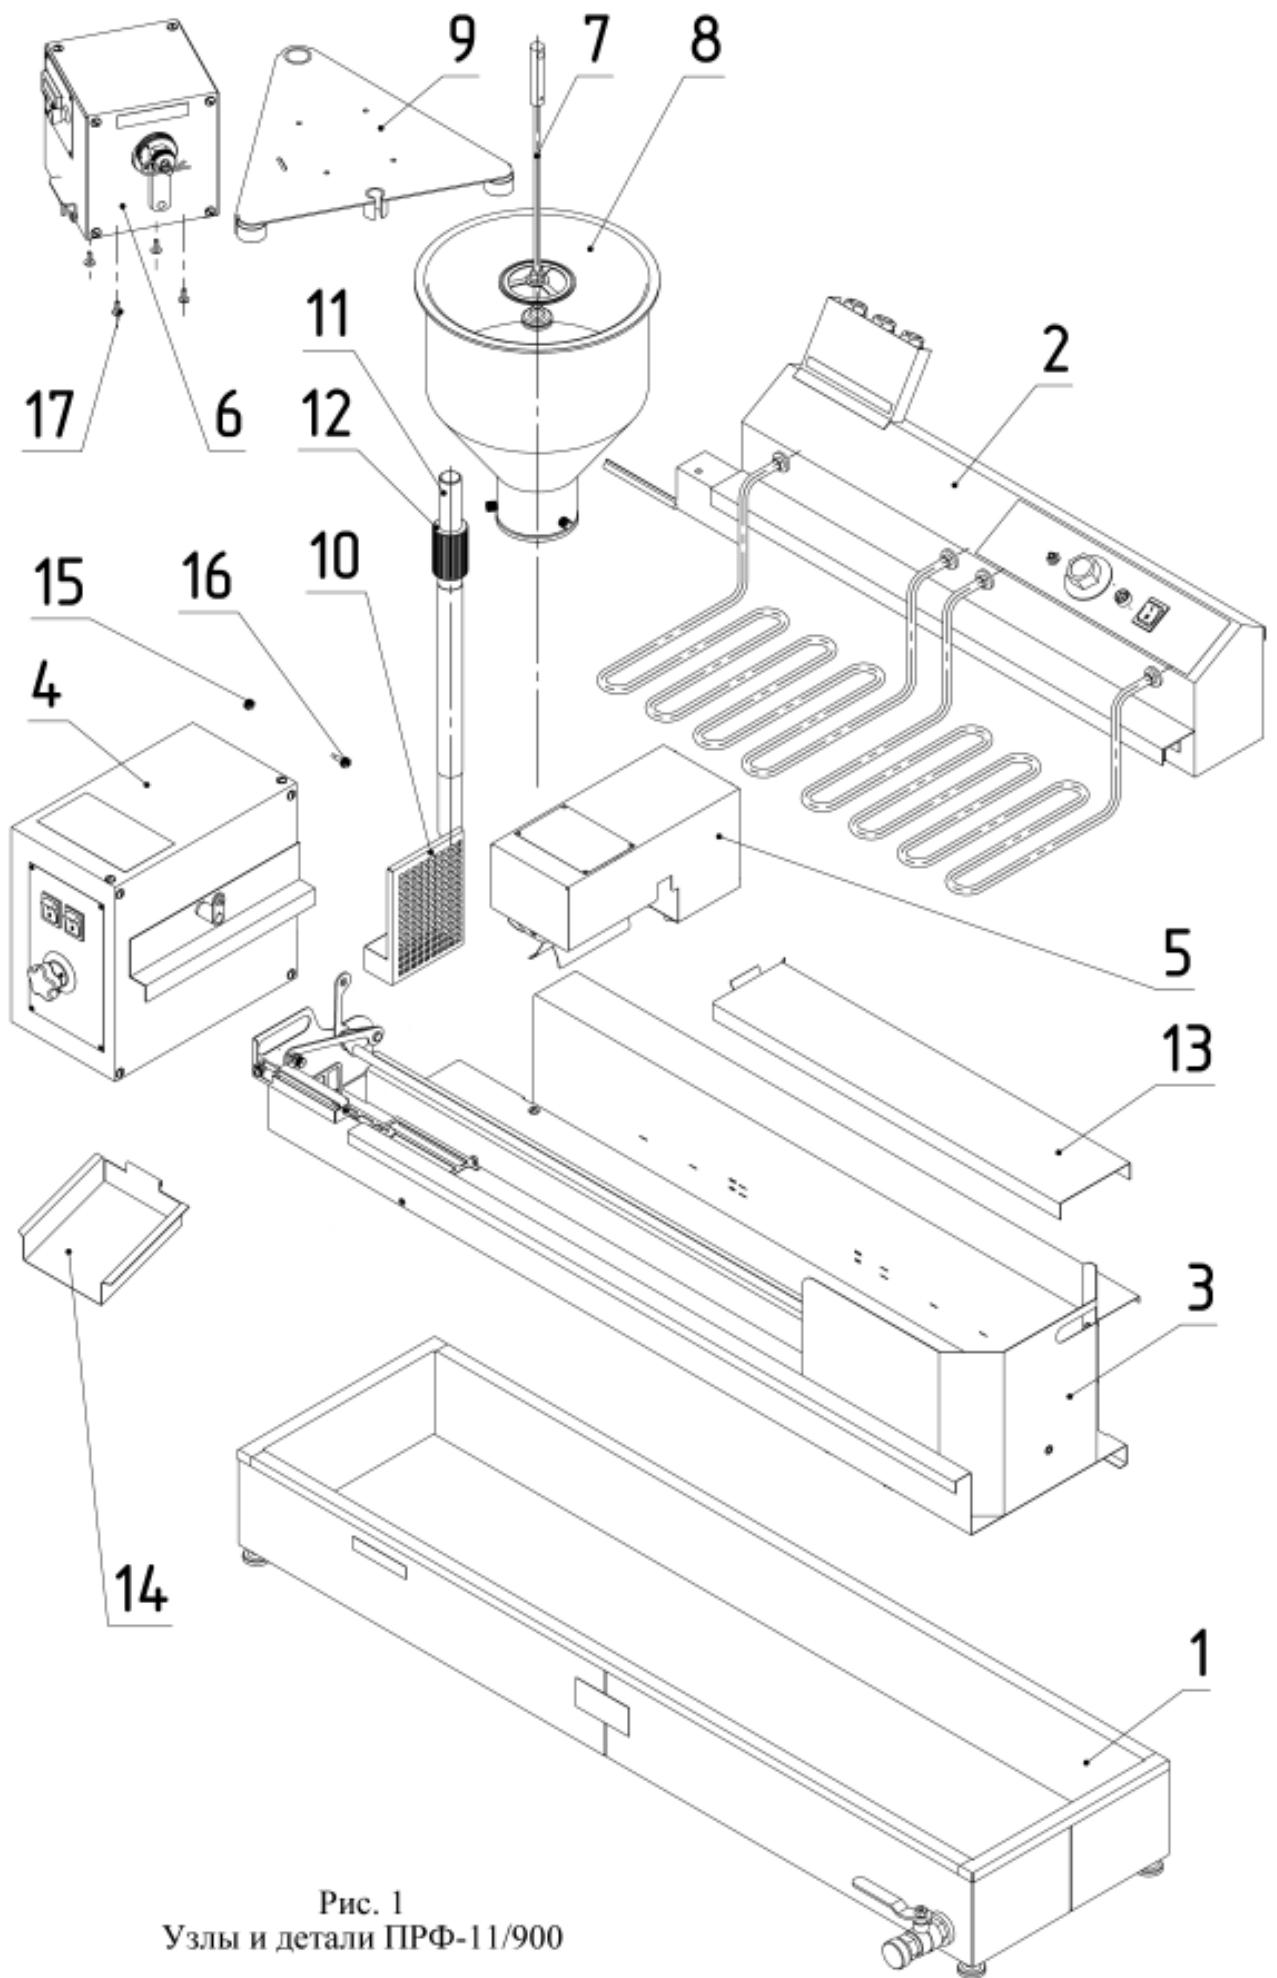

Рис. 1
Автомат пончиковый ПРФ-11/900 состоит из следующих частей (рис.1):
Автоматическое формование пончиковых заготовок осуществляется дозатором, состоящий из бункера для теста (8) (рис.1), электромеханического привода (6) и поршня (7), который выдавливает из бункера тестовую заготовку в форме пончика в жарочный бак (1). Массу пончика можно регулировать механизмом регулировки массы, который находится на выходном валу привода дозатора.